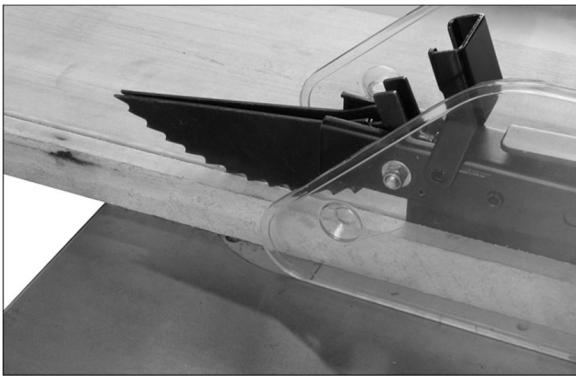

Figura 9-1
- A medida que se usa la máquina, se debe comprobar periódicamente la operación de los fiadores antirretroceso (Figura 9-1). Si los fiadores no detienen el movimiento inverso de una pieza, reafile todas las puntas.